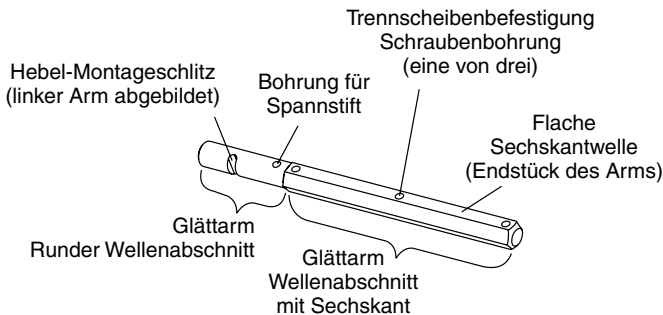
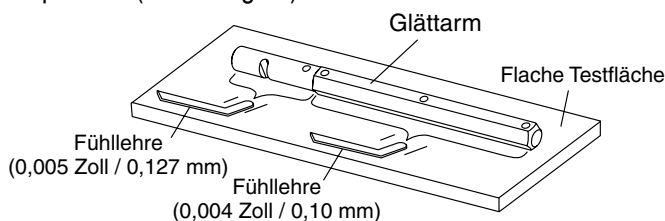

Abbildung 35. Glättarm
Abbildung 36. Prüfen der Flachheit des Glättarms
Die Glättarme können durch unsachgemäße Handhabung (wie z. B. Fallen des Flügelglätters auf die Platte) oder durch Stöße gegen hervorstehende Sanitärelemente, Formen oder Armierungen während des Betriebs beschädigt werden. Mit einem verbogenen Glättarm ist für den Flügelglätter keine glatte und reibungslose Drehung mehr möglich. Sollten Sie vermuten, dass die Glättarme verbogen sind, prüfen Sie sie wie folgt auf Geradlinigkeit. Beachten Sie Abbildung 35 und Abbildung 36.
2. Überprüfen Sie jede der sechs Seiten des Glättarms (sechseckiger Querschnitt). Eine Fühlerlehre von 0,004" (0,10 mm) sollte seine gesamte Länge nicht zwischen die glatte Seite des Glättarms und die Testoberfläche passen. (Abbildung 36).